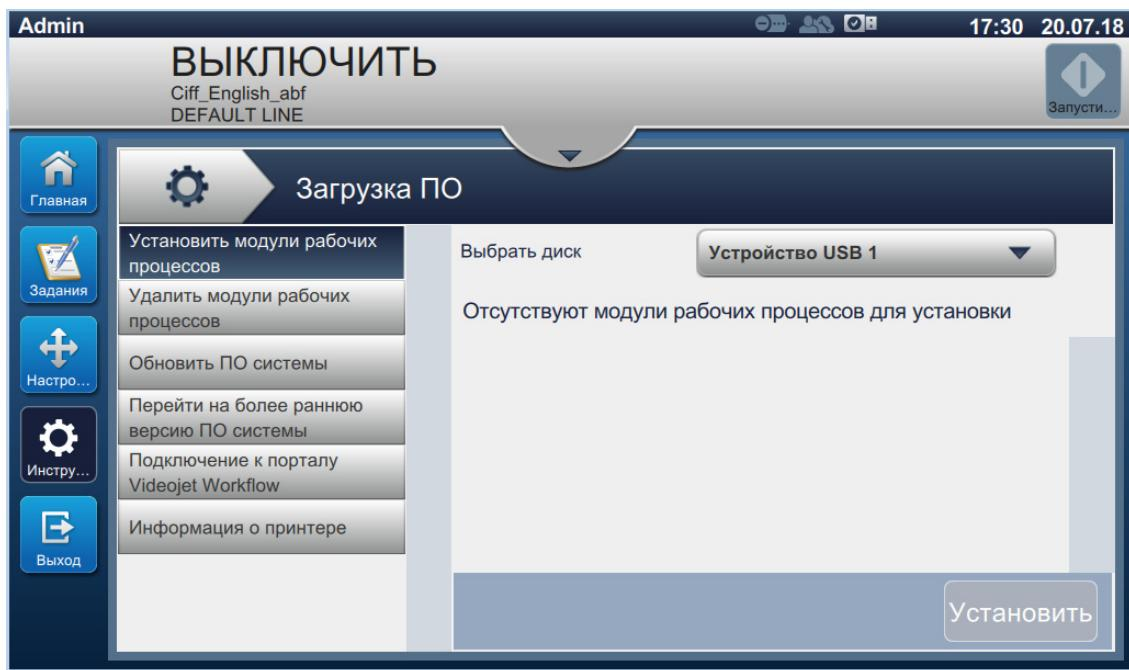

Рис. 6-21: Экран «Загрузка ПО»
- Нажмите кнопку  на экране «Инструменты». Откроется экран «Загрузка ПО», как показано на Рис. 6-21.